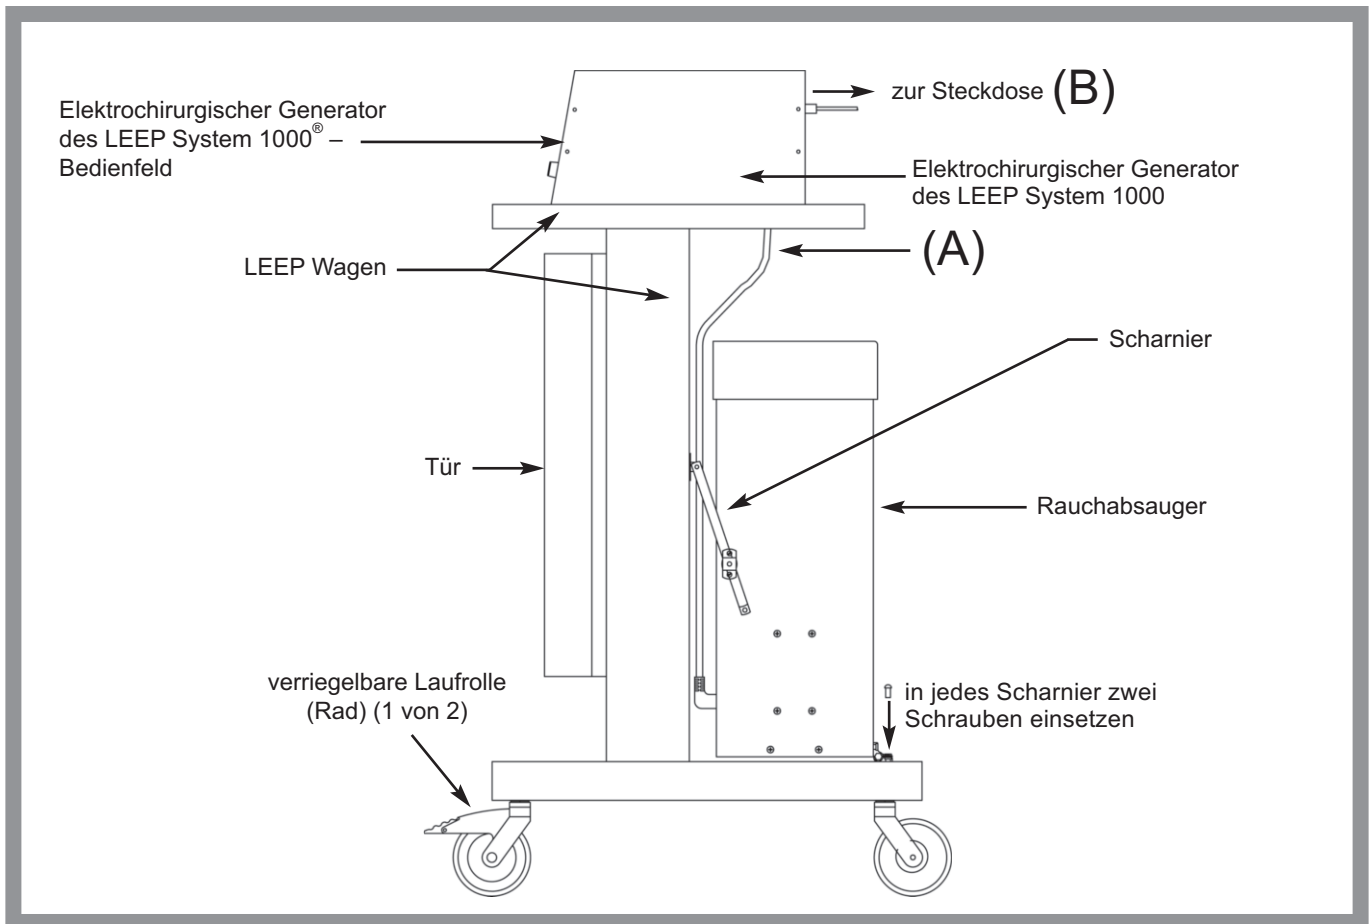

Abb. 1
3. Die Schrauben an der Seite des Rauchabsaugers entfernen und dann die Halterung des Klappbeschlags am Rauchabsauger befestigen. Siehe Abb. 1.
Nach dem Entpacken des Kartons mit dem elektrochirurgischen Generator die Stifte am Boden des elektrochirurgischen Generators an den entsprechenden Löchern auf der Oberseite des Wagens ausrichten. Siehe Abb. 1.
1. Das Kabel, das vom elektrochirurgischen Generator zur Anschlussbuchse an der Rückseite des Rauchabsaugers führt, einstecken [siehe (A) in Abb. 1].
Siehe **1** und **12** in Abb. 2. Dann das Netzkabel in die Anschlussbuchse auf der Rückseite des elektrochirurgischen Generators stecken und dann zum Herstellen der Stromversorgung in eine geerdete Wandsteckdose zum Einsatz in Krankenhäusern [siehe (B) in Abb. 1].